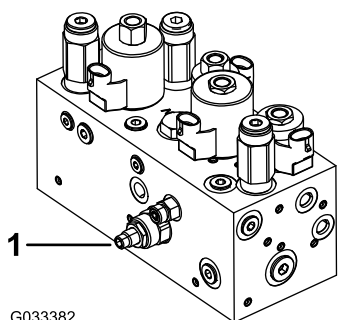

Figura 48
O circuito de elevação/descida da unidade de corte está equipado com uma válvula de regulador de caudal (Figura 48). Esta válvula é previamente configurada pelo fabricante, encontrando-se cerca de 3 voltas aberta, mas por vezes é necessário efetuar ajustes de modo a compensar diferenças na temperatura do óleo hidráulico, nas velocidades de corte, etc.
1. Levante o banco e localize a válvula de controlo do caudal (Figura 48) montada ao lado do coletor hidráulico para a estrutura de tração central.